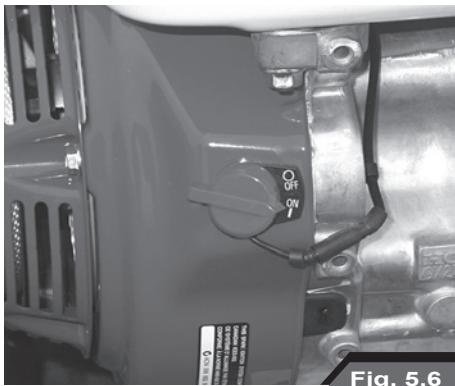

Fig. 5.6
- Posizionate l'interruttore motore ON/OFF su **ON** (Fig. 5.6).
- Afferrare la maniglia dell'avviamento motore (15), tirate delicatamente in modo da favorire l'aggancio dell'arpionismo. Successivamente date un energico strattone, se necessario potete aiutarvi appoggiando il piede sulla ruota per imprimere maggiore forza. Ripetete questa operazione dando sempre colpi secchi e decisi sino all'accensione del motore.
- Per spegnere il motore basta posizionare l'interruttore ON/OFF su **OFF** (Fig. 5.6), il motore si fermerà in pochi istanti.